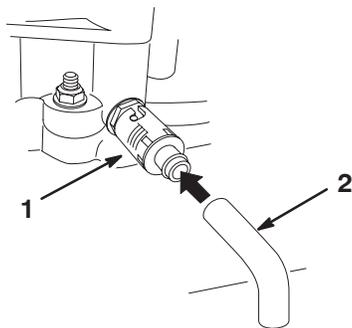

Bild 19
9. Drehen Sie das Ölablassventil, damit das Öl herauslaufen kann (Bild 19).
11. Nehmen Sie den Ablassschlauch ab (Bild 19).